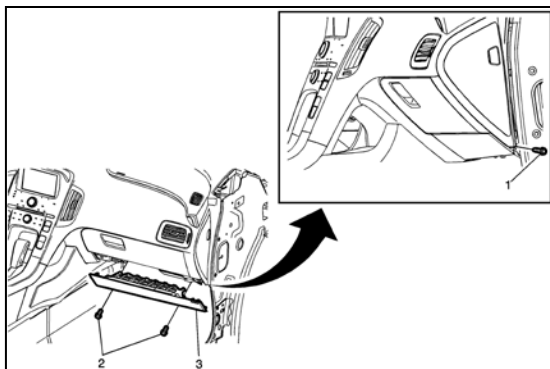

Fig. 3
7. Retirez les attaches des coussins gonflables inférieurs du tableau de bord (1 et 2) et du module de coussin gonflable (voir Fig. 3).